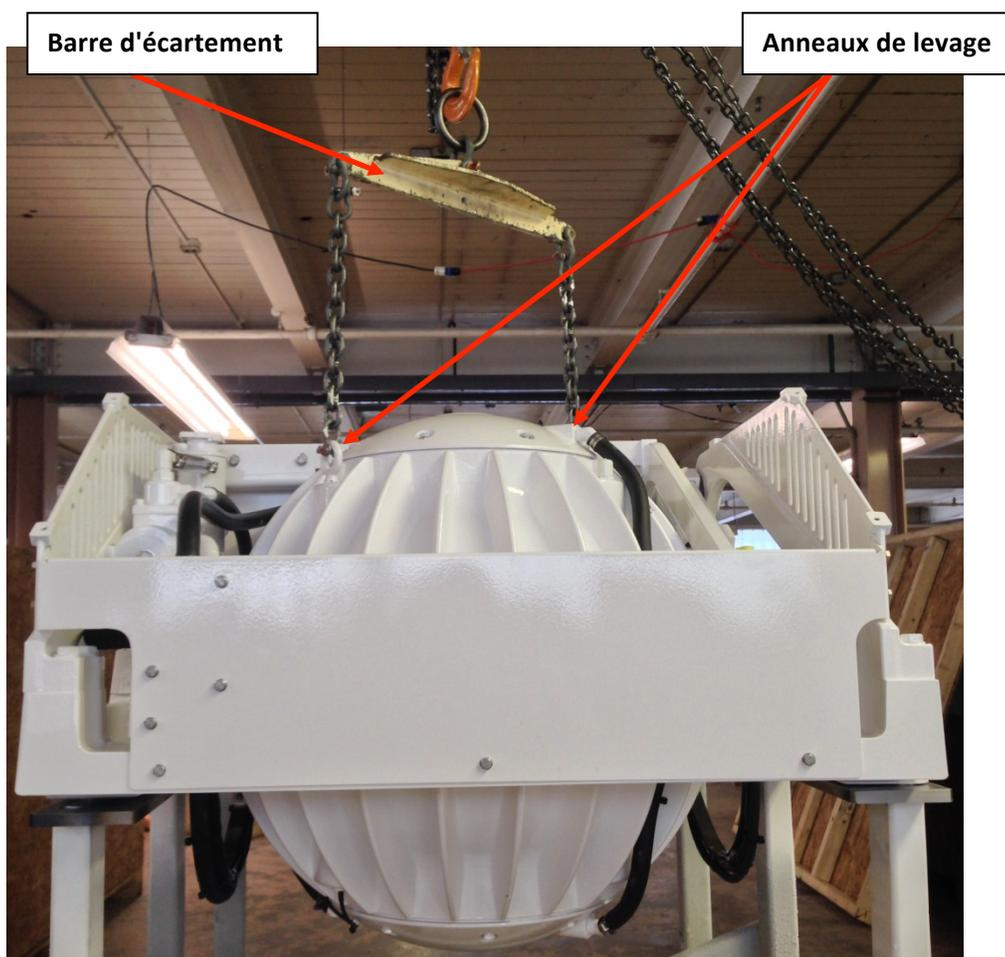

FIGURE 4 – OPÉRATION DE LEVAGE
- 5) Fixez la barre d'écartement sur les deux anneaux de levage situés sur le dessus de l'enceinte du gyroscope. Restez à l'écart de toute autre pièce sur le gyroscope. Le gyroscope pèse 368 kg (810 livres). Voir la figure 4 ci-dessous.